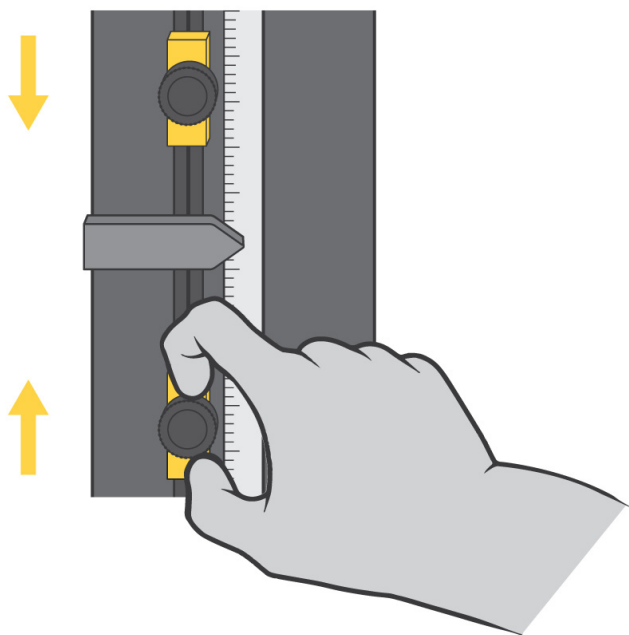

Figura 17. Impostazione degli arresti di fine corsa
Gli arresti di fine corsa della traversa sono due blocchi regolabili montati su un'asta degli interruttori di fine corsa che si trova all'interno della colonna della macchina, come mostrato nella Figura 17 a pagina 100. Gli arresti di fine corsa (1 e 2) hanno viti a testa zigrinata che è possibile serrare e rilasciare a mano e che possono essere spostate in qualsiasi posizione sull'asta del fine corsa. Posizionare questi arresti appena oltre i parametri della prova per impedire che la traversa si sposti eccessivamente. Quando la traversa raggiunge la corsa massima preimpostata, l'attuatore del fine corsa (3) viene a contatto con uno di questi arresti. Il contatto tra l'attuatore del limite e il fine corsa sposta l'asta del fine corsa (4) e attiva gli interruttori di limite. In questo modo viene interrotto lo spostamento della traversa.